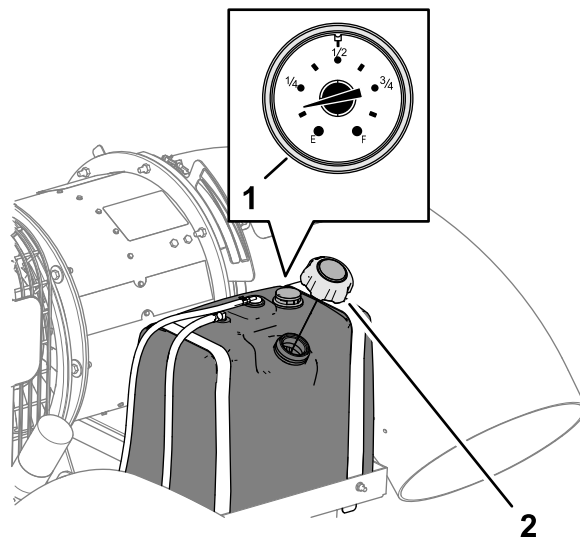

Figura 13
2. Pulite l'area attorno al tappo del serbatoio del carburante e rimuovete il tappo (Figura 13).
4. Montate saldamente il tappo del serbatoio del carburante (Figura 13).